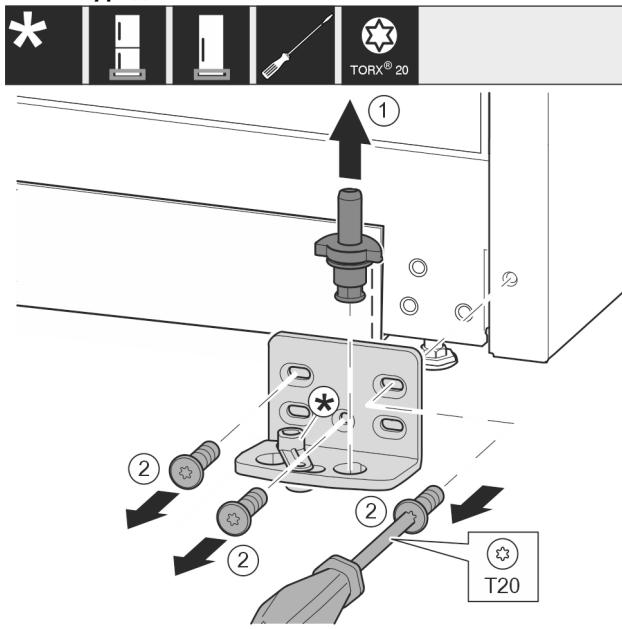

Fig. 9
- Извадете изцяло нагоре лагерния болт. Fig. 9 (1)
- Отвийте винтовете с отвертка T20 и свалете лагерната стойка. Fig. 9 (2)